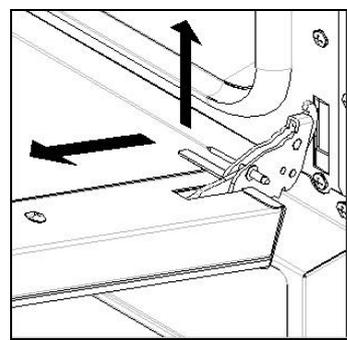

Abb. 2
- die Tür etwas heben und herausziehen (Abb. 2);